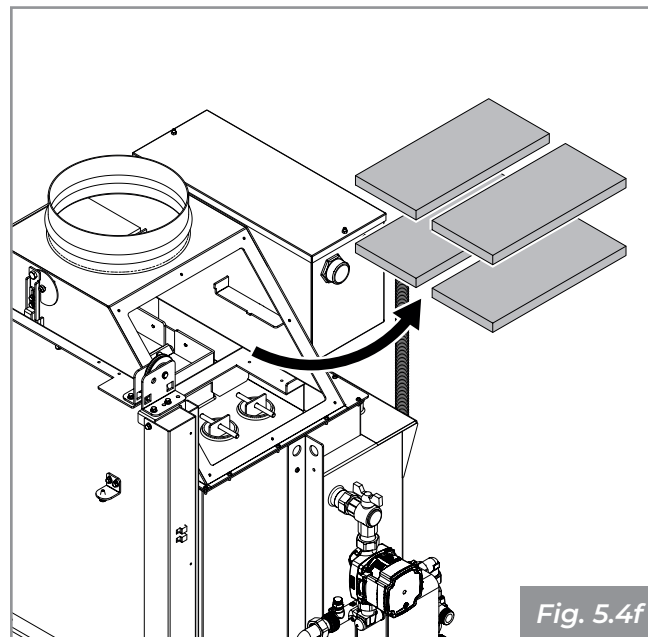

Fig. 5.4f
- Extraiga los cuatro deflectores de humo de magnofix y elimine los restos de hollín (**Fig. 5.4f**).